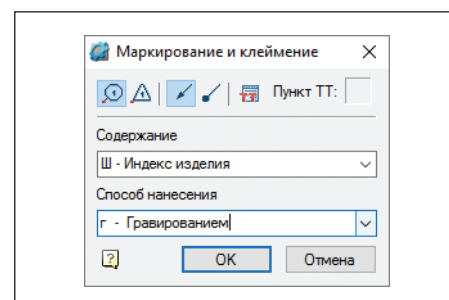

Рис. 8. Пример нанесения маркирования (клеймения)
- маркирование и клеймение (рис. 8). Указание соответствующего пункта технических требований, выбор из представленных способов нанесения и содержания;